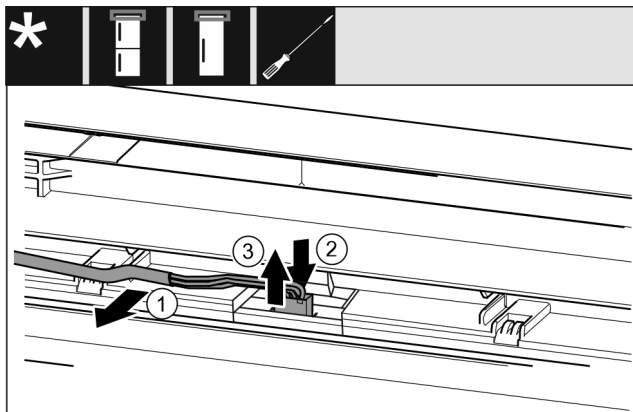

Fig. 24 Kombinace chladničky s mrazničkou / mrazničky / chladničky\*
- ▶ Kabel Fig. 24 (1) opatrně uvolněte z vedení ve dveřích.\*
- ▶ Zatlačte lamelu Fig. 24 (2) za zástrčku směrem dozadu.\*
- ▶ Zástrčku Fig. 24 (3) opatrně vytáhněte směrem nahoru.\*